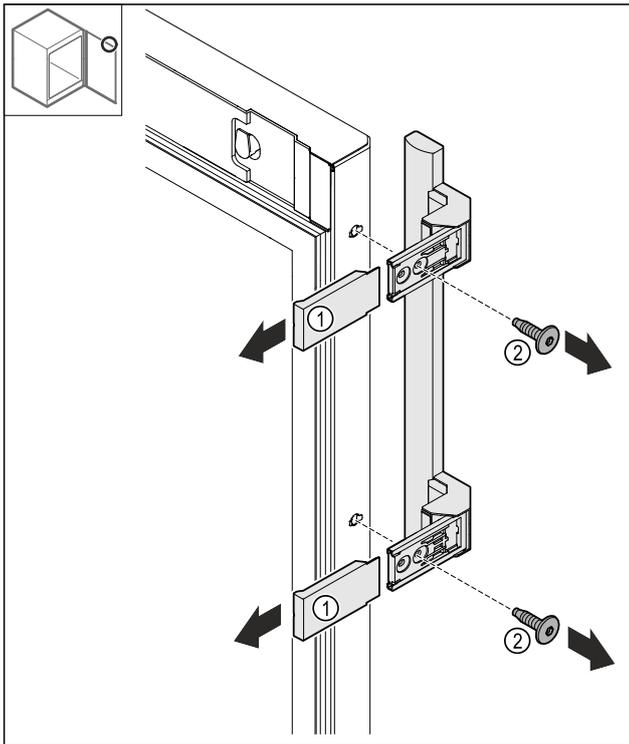

Fig. 24
- ▶ Levantar las cubiertas Fig. 24 (1).
- ▶ Aflojar los tornillos Fig. 24 (2).